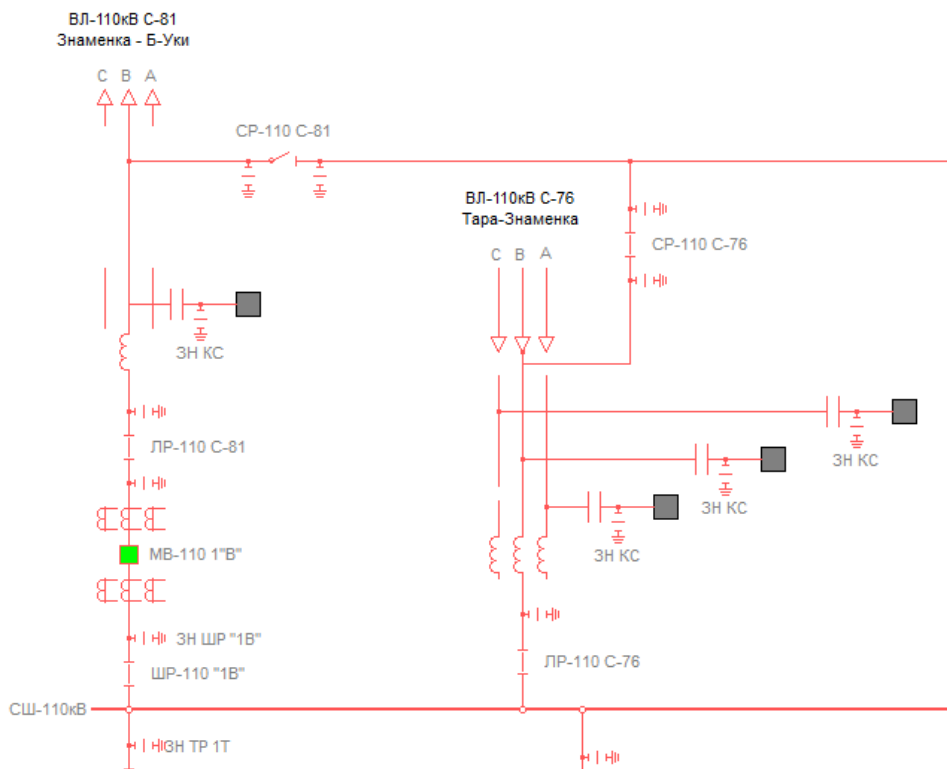

Рисунок 3- Схема ПК "Знаменка"
4. На ПС 110/10 "Знаменка" (Рисунок 3) вывести в ремонт выключатель МВ-110 1В. ПС Знаменка 110/10 запитана по ВЛ-110 кВ С-76 Тара-Знаменка, имеет две отходящих ВЛ-110 кВ С-81 Знаменка-Б.-Уки и С-82 Знаменка-Шухово, соединенных между собой двумя секциями шин 110 кВ, а так же межсекционной ремонтной перемычкой, позволяющей на период ремонта выключателей ВЛ-110 кВ С-81 и С-82, запитывать отходящие ЛЭП. На каждой из двух секций установлены понижающий трансформаторы 110/10 Т-1 и Т-2 соответственно, низкая сторона которых так же разделяется на две секции, объединяемые между собой СВ, что позволяет выводить в ремонт один из трансформаторов с переводом нагрузки на другой.
5. На ПК 110/10 "Знаменка" (Рисунок 3) вывести в ремонт силовой трансформатор Т1.